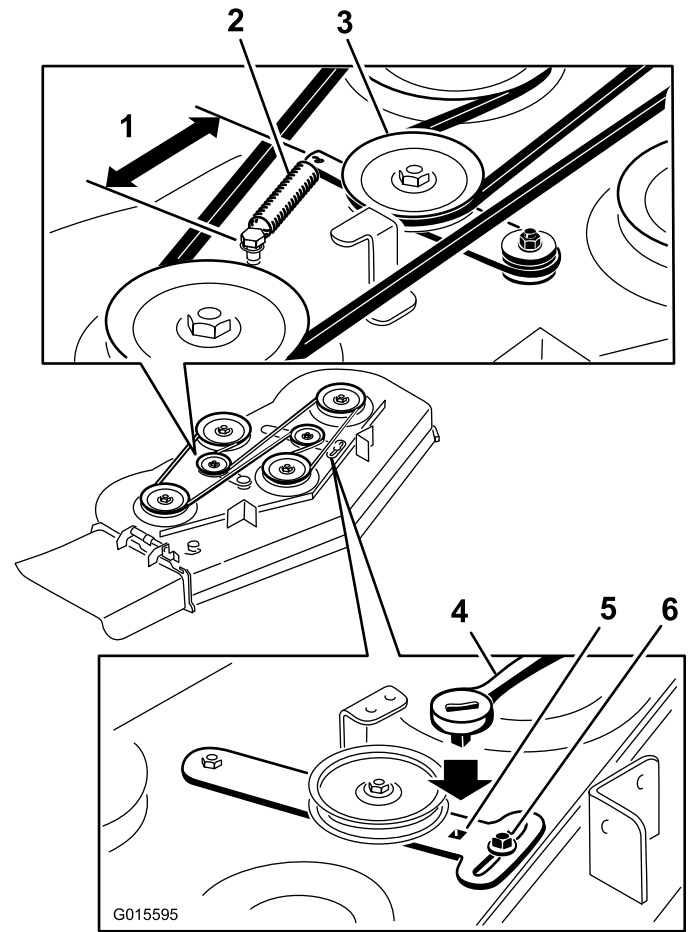

図 65
5. ベルトを取り外す (図 65)。
6. デッキ・プーリとクラッチ・プーリに新しいベルトを掛け回す (図 65)。
7. アイドラ・アームにラチェットを差し込んでアイドル・プーリを締め付け、スプリングの長さ (フックからフックまで) を 165 mm とする (図 65)。